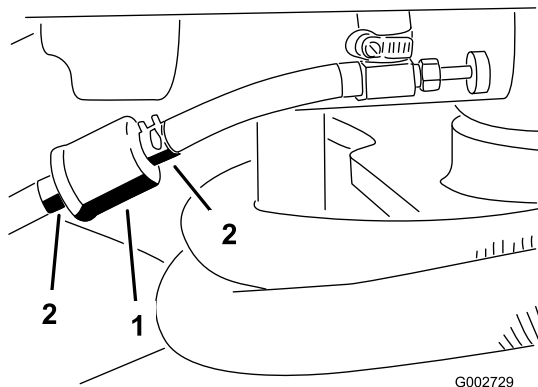

Figura 29
1. Cierre la válvula de cierre de combustible, afloje la abrazadera en el lado del carburador del filtro y retire del filtro el tubo de combustible (Figura 29).